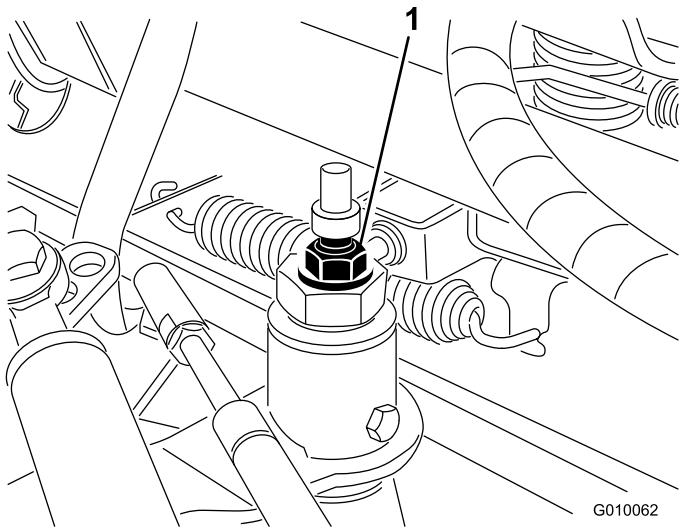

Figura 54
3. Desaperte a porca de bloqueio no excêntrico de tração (Figura 54).